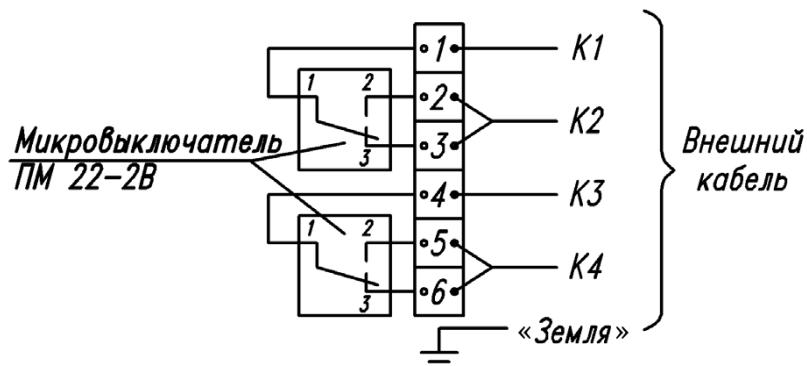
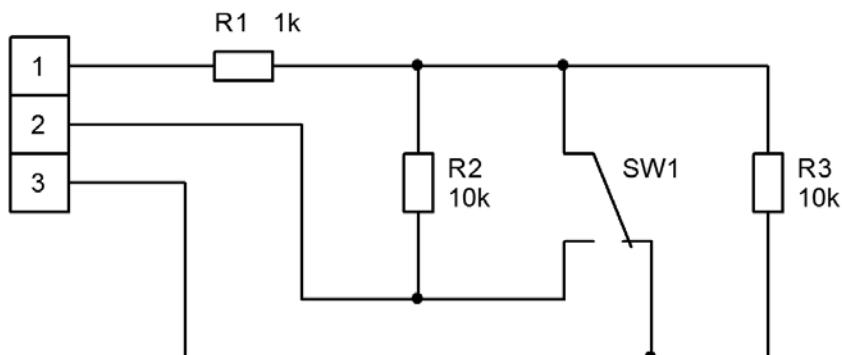

Рис. 65. Стандартная схема подключения
Рис. 66. Схема подключения по Namur (EN60 947-5-6)
Коммутация КВД с внешними электрическими цепями осуществляется через кабельный ввод (1) и клеммную колодку (3) «под винт». Стандартная схема подключения электрических цепей «сухой контакт» представлена на рис. 65, а схема соответствующая стандарту NAMUR на рис. 66. Также существует исполнение КВД со светодиодной индикацией, КВД комплектуется крышкой (7, 1) со световым окном, что значительно упрощает процесс настройки КВД и визуального определения положения клапана при обходе установки.